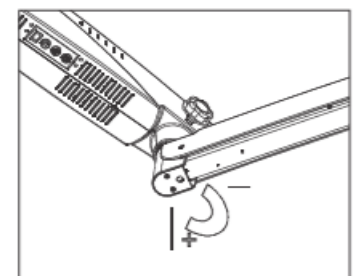

Abb. 51
2. Lösen Sie zwei Inbusschrauben mit einem 4-mm-Inbusschlüssel, wie in Abb. 51 gezeigt.